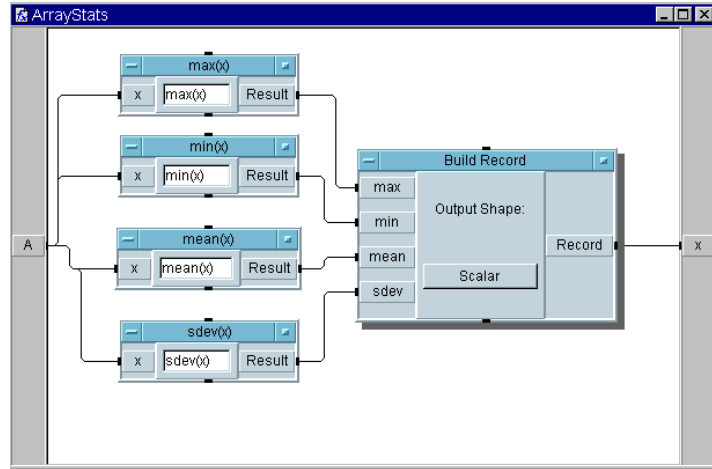

図 7-4. UserFunction ArrayStats の編集方法
- f. User Function の編集ウィンドウで、Build Record の出力を X 出力端子に接続します。プログラムは図 7-4 のように表示されます。次に、編集ウィンドウのアイコン化ボタンをクリックします。